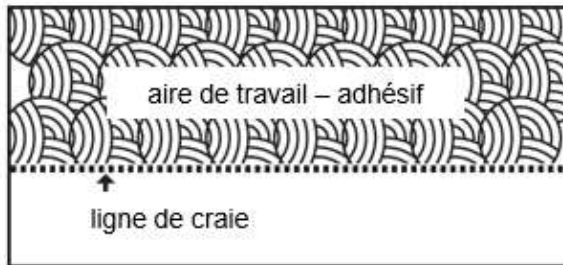

Figure 10A
ÉTAPE 4 : Installation du plancher (Figures 10A à 10D)